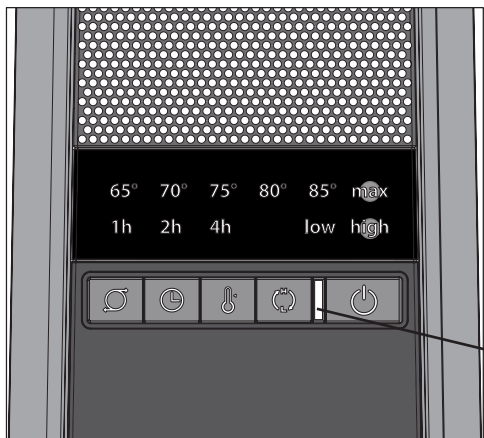

Figura 1
6. Al encender el Calefactor, la unidad estará en calor ALTO (1500 vatios) (Figura 1).